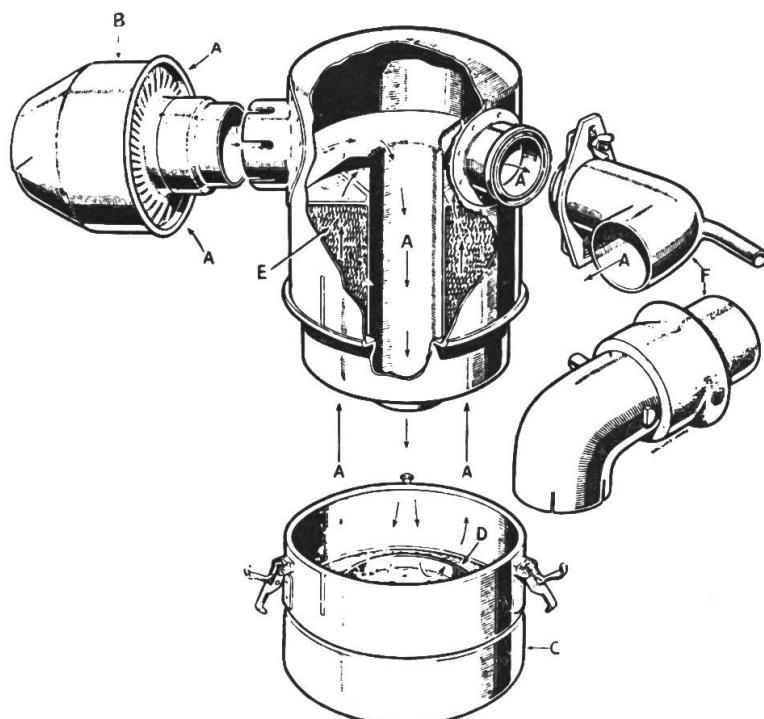

Abb. 1: Oelbadluftfilter, zerlegt
Oelbadluftfilter: Niveau kontrollieren, wenn zu hoch (siehe Marke), Oelbecher (Abb. 1 C) entleeren, mit Treibstoff reinigen, austrocknen und mit Motorenöl bis zur Marke auffüllen (wenn zwei Marken bis zur unteren!).
3. Bei Oelbadluftfiltern das Oberteil (E bei Abb. 1) resp. das Feinfilterelement demontieren, in Benzin reinigen, trocknen lassen und leicht einölen.